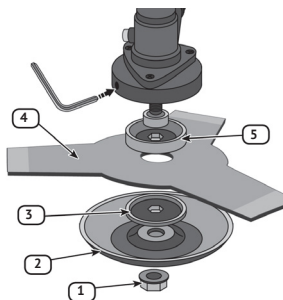

рис.5
6.4 Установка режущего ножа (рис. 5)
- застопорив шпиндель, открутить гайку крепления ножа (рис.5 поз.1), поворачивая её по часовой стрелке (резьба левая);
- снять нижнюю крышку (рис.5 поз.2) и зажимной фланец (рис.5 поз.3) со шпинделя выходного редуктора;
- установить на шпиндель: опорный фланец (рис.5 поз.5), режущий нож (рис.5 поз.4), зажимной фланец и нижнюю крышку;
- убедиться, что режущий нож отцентрирован и ровно лежит на опорном фланце (рис.5 поз.3);
- застопорив шпиндель, открутить гайку крепления ножа (рис.5 поз.1), поворачивая её по часовой стрелке;
- снять нижнюю крышку (рис.5 поз.2), зажимной фланец (рис.5 поз.3) и нож, если установлен, со шпинделя выходного редуктора;